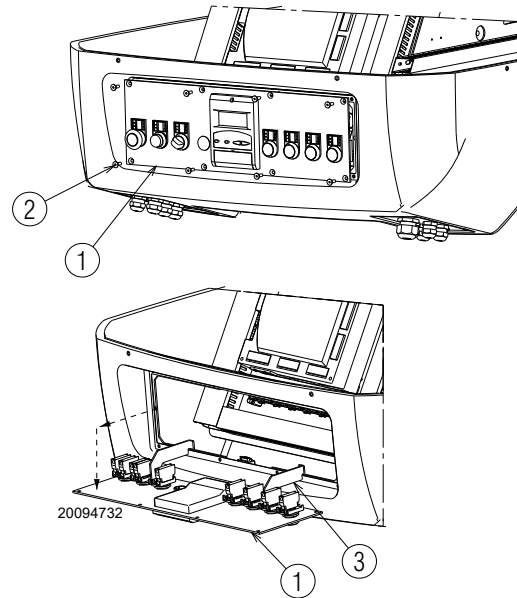

Abb. 32
- Lösen Sie die Schrauben 2) der Bedientafel 1)(Abb. 32).
- Ziehen Sie die Bedientafel 1) heraus und drehen Sie sie um 90°, hängen Sie sie dazu mit den entsprechenden Bügeln 3) im Profil der Schalttafel ein, wie aus Abb. 32 ersichtlich